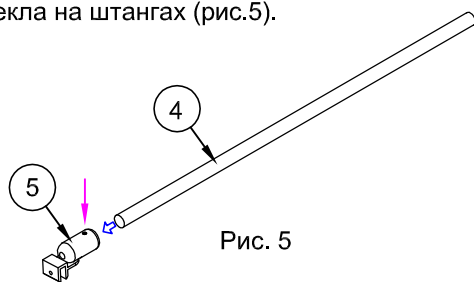

Рис. 5
3.1. Соединить крепления штанга - стекло №5 со штангами №4. Шестигранным ключом закрутить винты и зафиксировать держатели стекла на штангах (рис.5).